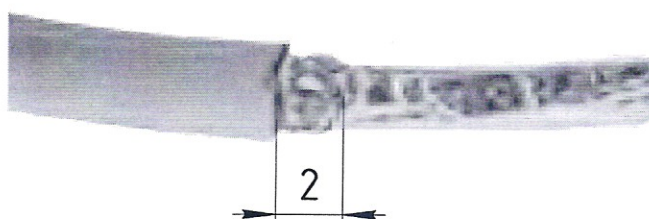

Рисунок 16 – Снятие экранирующей оплетки
6.2 Обрезать экранирующую оплетку приблизительно до 2 мм от конца внешней изоляции кабеля (рис. 16).